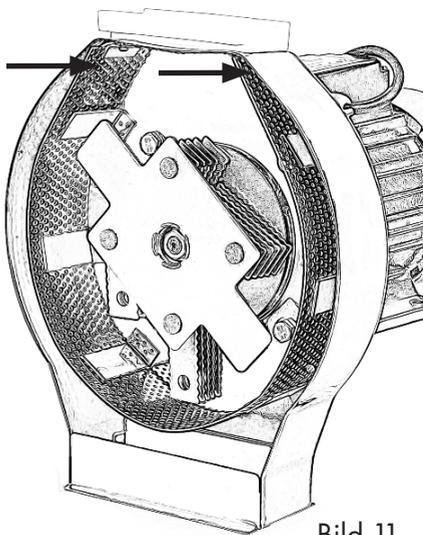

Bild 11
4. **Sätt i en ny sil:** Välj ut en sil och montera den enligt bild 11.